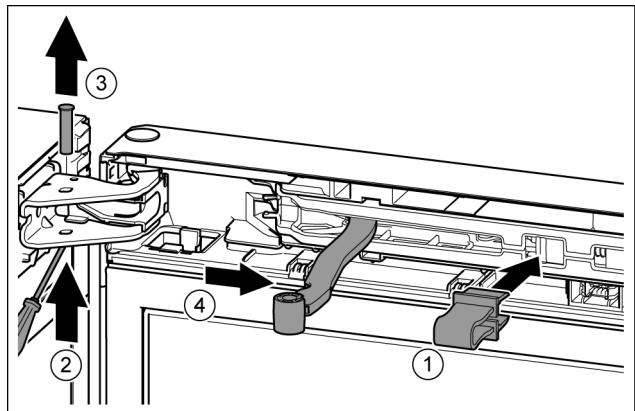

Fig. 8
- ▶ 将安全装置卡入开口。Fig. 8(1)
- ▶ 用螺丝刀将螺栓推出。Fig. 8(2)
- ▶ 向上取出螺栓。Fig. 8(3)
- ▶ 将铰链转向门的方向。Fig. 8(4)